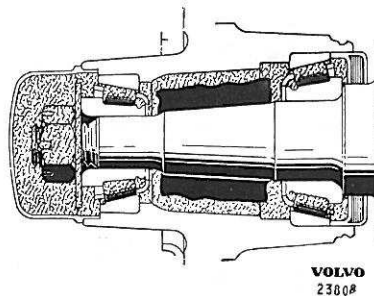

Figure 32. Graissage des roulements de roues avant
7. Bourrer les roulements de graisse. Se servir d'un appareil de graissage ou, faute d'un tel appareil, mettre de la graisse à la main jusqu'à ce que tout l'espace entre la cage à rouleaux et le cône du roulement en soit rempli. Mettre également de la graisse sur les faces extérieures des roulements et sur les cuvettes de roulements qui sont enfoncées dans le moyeu. Remplir enfin le moyeu de graisse, jusqu'à la hauteur du roulement extérieur (figure 32).